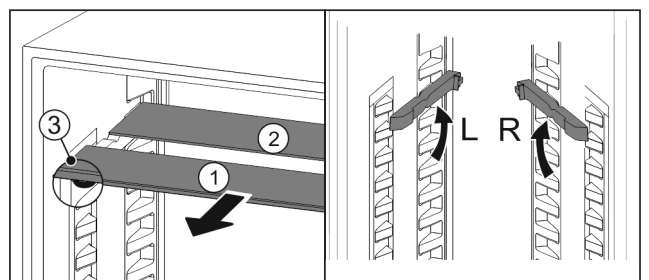

Fig. 80
- Издърпайте Fig. 80 (1) поотделно стъклените плочи напред.
- ▷ Стъклената плоча Fig. 80 (1) с декоративната лайсна е отпред.
▷ Ограничителите Fig. 80 (3) сочат надолу.